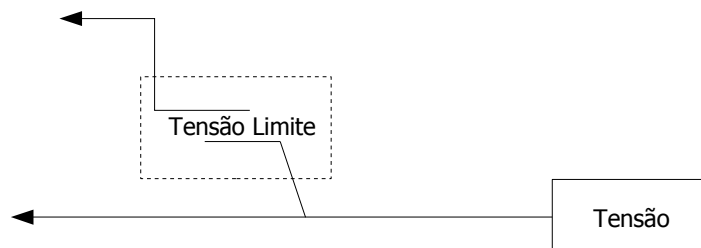

Figura 3.1.6.1.1: Bloco de proteção de sobretensão
Quando a tensão do gerador ultrapassar o valor configurado na variável **TENSAO_MÁXIMA** por um tempo definido na variável **TEMPO_SOBRETENSAO** (ver tabela 2.1), o mesmo se desliga, ver figura 3.1.6.1.2, e somente voltará a atuar quando a proteção for "resetada", ver item 3.1.11. O ajuste pode ser feito alterando os valores das variáveis citadas anteriormente localizadas na tabela 2.1. A proteção é verificada sempre que o regulador finaliza uma medida de tensão.